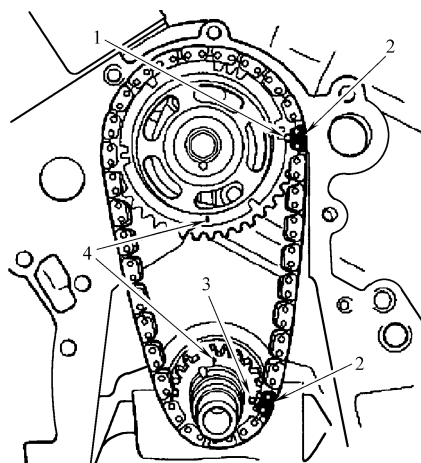

图 19-7 对齐正时标记
- 3) 转动曲轴，对齐正时标记，如图 19-7 所示。
1) 转动曲轴，使曲轴链轮上的正时箭头对准 12 点钟位置（见图 19-7）。
2) 把正时链条绕到凸轮轴链轮上，使镀色链节对齐（见图 19-7）。把凸轮轴链轮上的正时箭头对准
6 点钟位置（见图 19-7）。
3) 把正时链条安装到曲轴链轮上，使正时链条上的镀色链条与曲轴链轮上的正时标记对齐（见图 19-7）。